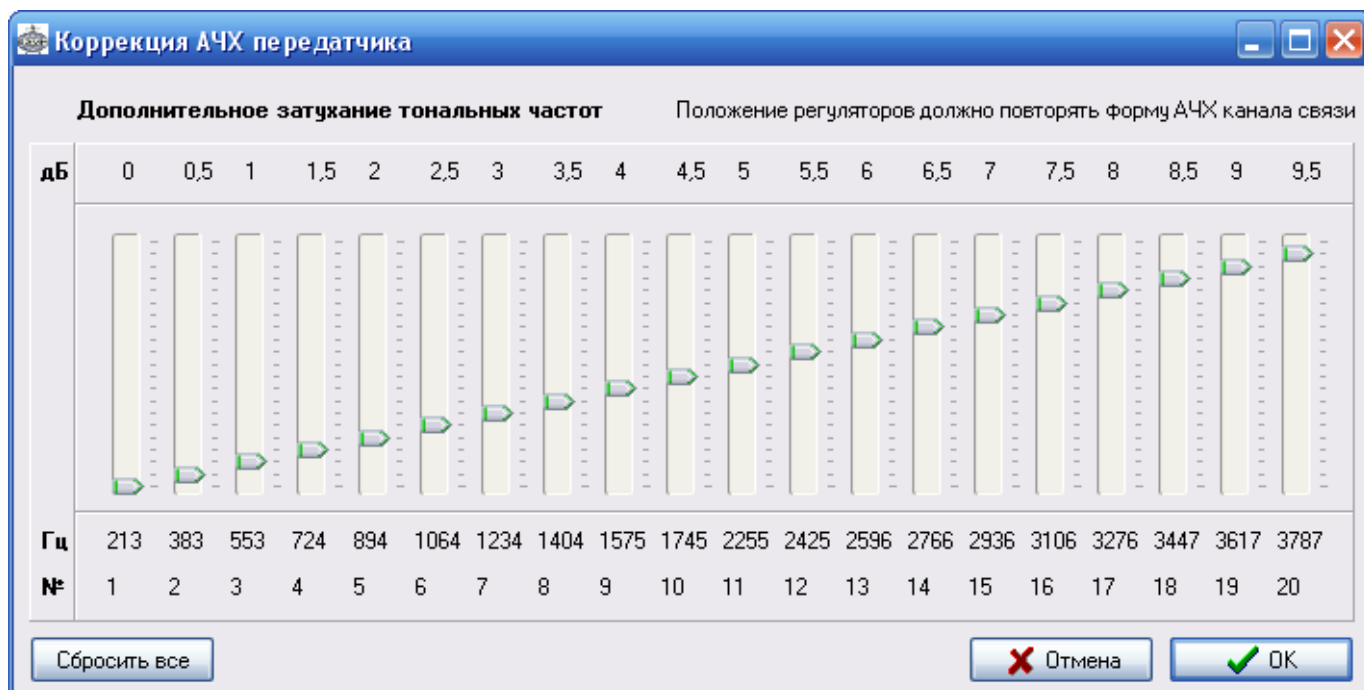

Рисунок 1.27 – Окно коррекции АЧХ передатчика
- «Коррекция АЧХ передатчика» (рисунок 1.27). При отличии тонов команды более 6 дБ, команда будет игнорирована приемником. Если, например, АЧХ канала имеет неравномерность более 5 дБ, то при помощи эквалайзера ее можно скорректировать, вводя соответствующие затухания;